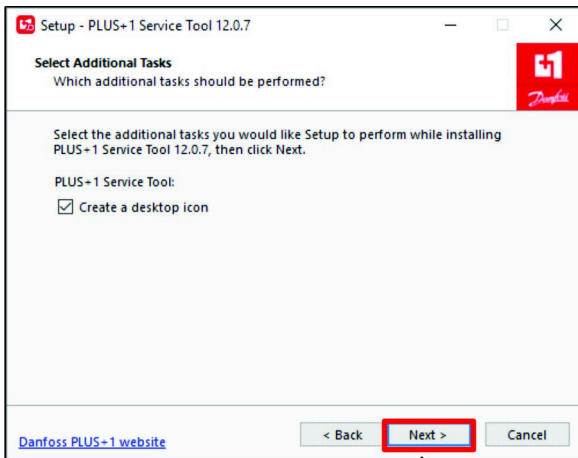

Bild 25
7. Klicken Sie im Dialogfeld „Select Additional Tasks“ [Zusätzliche Aufgaben auswählen] auf die Schaltfläche WEITER (Bild 25).